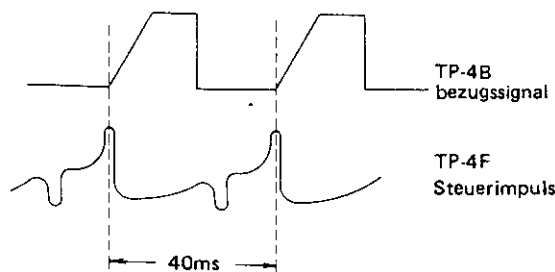

Abb. 3-5 Trackingvoreinstellung
3. Kanal 1 des Oszilloskops mit TP4F sowie Kanal 2 mit TP4B verbinden und VR421 so einstellen, daß der impuls bei TP4F mit dem Anstieg der Trapezflanke bei TP4B (siehe Abb. 3-5) übereinstimmt.